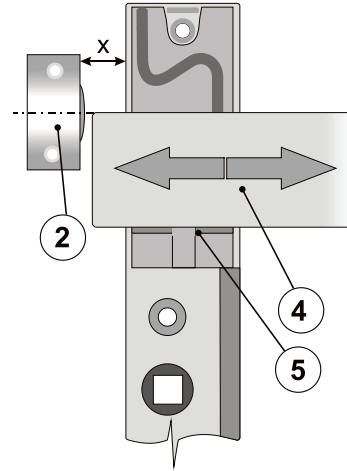

Figure 2: 2 - aimant permanent / contact magnétique; 4 - couvercle de transmetteur; 5 - guide pour le placement facile de l'aimant permanent
- Insérer le carré dans l'orifice carré (8) de la serrure et visser au cadre au travers des orifices de montage (3). Un adaptateur approprié 7/8 est également fourni pour un trou carré (lorsque les dimensions carrées d'une manivelle sont plus petites).
- Si le contact magnétique doit être utilisé, le monter (aimant permanent) sur la partie statique conformément à la figure 2. Le capot de l'émetteur (4) peut être utilisé comme support d'alignement avec le guide (5) et pour la pose de l'aimant permanent sur l'axe grâce à son bord supérieur.